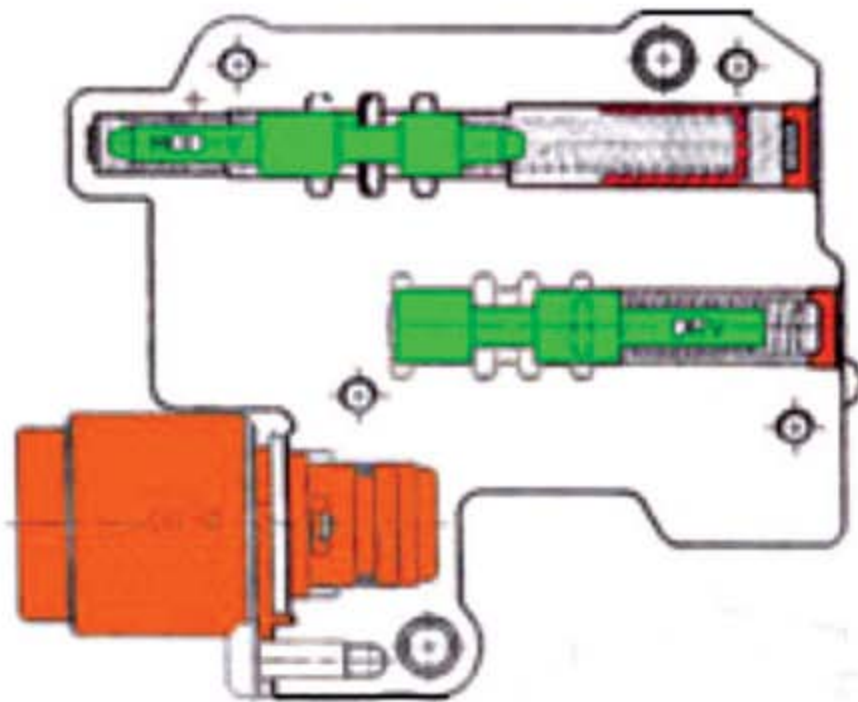

图 1 机械结构示意图
- 3). 在分解变速器总成后, 发现变速器内部多组摩擦片烧损, 变速器机械元件的组成如图 1 所示。其中负责倒挡的主动元件 B 组离合器, 负责 2、3、5 挡制动元件的 C 组制动器, 负责 1-4 挡(低挡和直接挡)的主动元件 A 组离合器以及负责 4、5 挡的主动元件 E 组离合器烧损较为严重, 烧损最为严重的是 B 组离合器和 A 组离合器。通过仔细检查, 可以判定 B 组离合器烧损的原因是该组离合器摩擦片磨损间隙过大, 迫使离合器活塞运动行程加大, 当离合器建立工作压力时活塞因运动行程超出极限, 出现泄漏后倒挡功能失效。而前进挡无爬行的主要原因是 A 组离合器活塞密封圈轻微损坏泄压所致。由此, 可以确定变速器电控系统存储 P0730 故障码的原因就是变速器打滑。